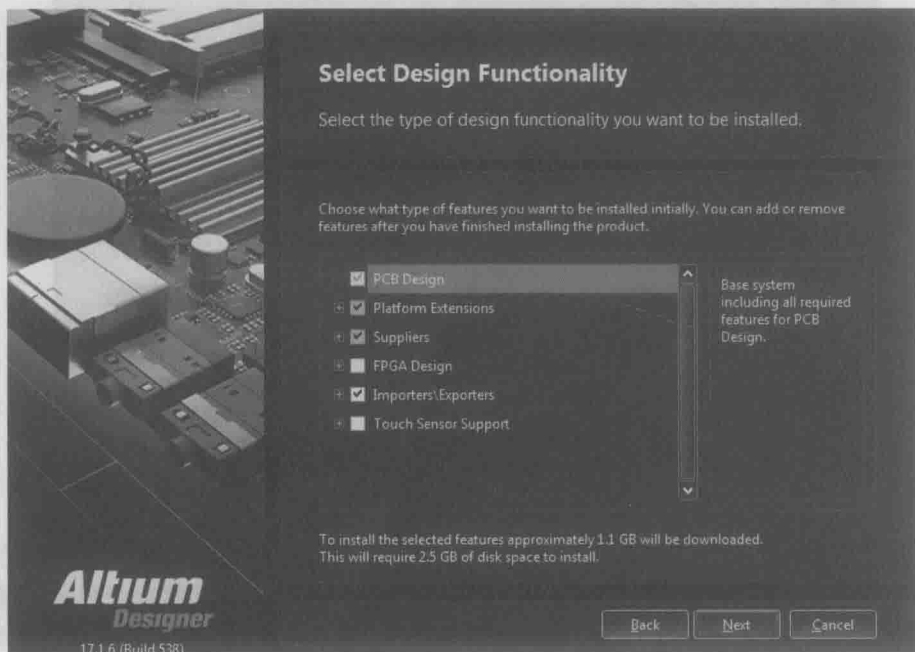

图 1-3 选择所需安装模块
③在图 1-3 所示的对话框中,用户可以选择需要安装的模块,单击“Next”按钮进入下一步。